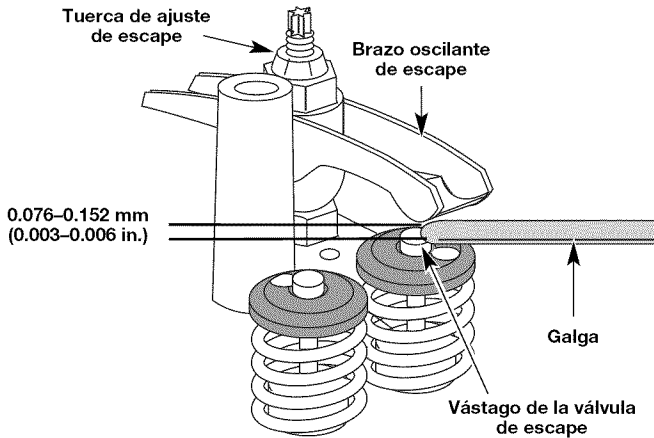

Fig. 36
- a. Gire la tuerca de ajuste con una llave de 8 mm (5/16 pulgadas) o una guía de tuercas (Fig. 36).